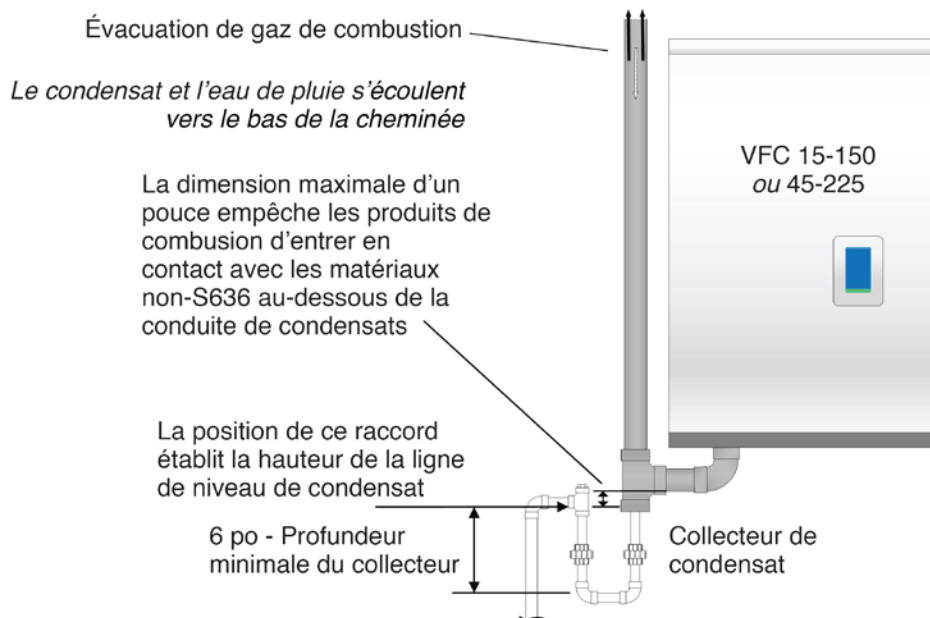

Figure 14 : Configuration du collecteur de condensat
Un collecteur de condensats doit être installé près de la base de la chaudière tel qu'illustré à la Figure 14. Le collecteur lui-même est un assemblage de tuyaux de PVC, de coudes et de raccords filetés.
- Le collecteur doit avoir une profondeur minimale de 15 cm (6 po); consultez la Figure 14. Prévoyez environ 36 cm (14 po) de dégagement sous la chaudière si vous utilisez les composants standard fournis avec l'appareil.